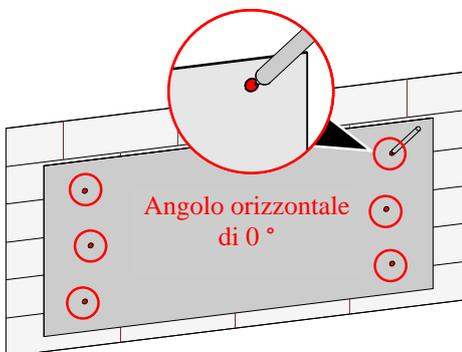

Figura 3-14 Contrassegnare i fori di montaggio
2. Contrassegnare i fori di montaggio del supporto, come illustrato in Figura 3-14.